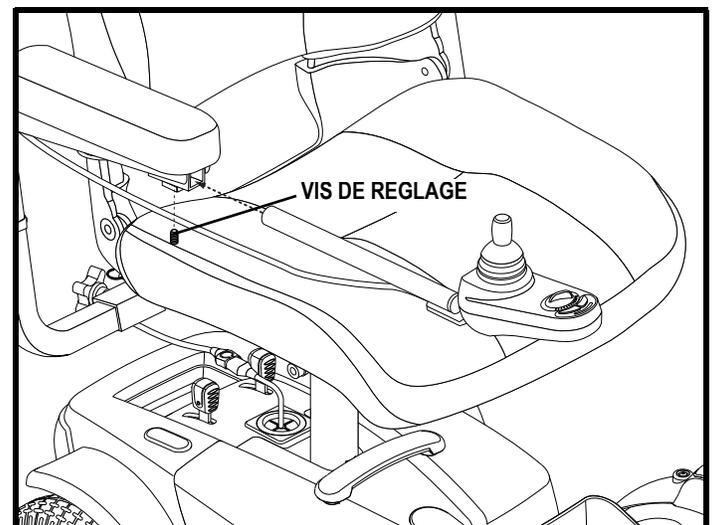

Figure 20. Position du contrôleur
4. Relevez l'accoudoir pour desserrer la vis de réglage. **Voir la figure 20.**